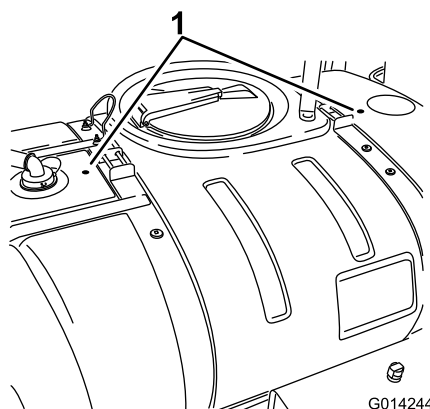

Figure 11
2. Percez des trous aux deux emplacements repérés sur la cuve principale (Figure 11).